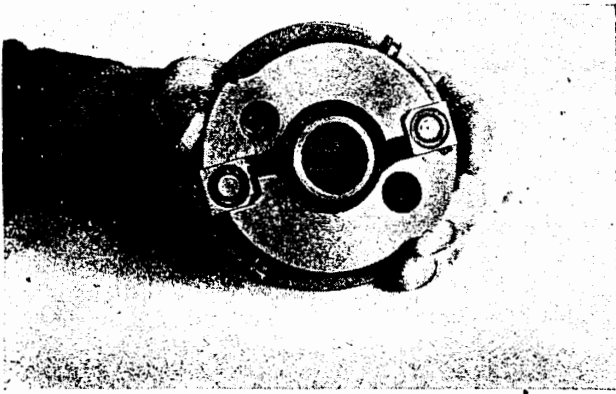

Bild M 195. Gleitsteine montieren
1. Gleitsteine montieren (Bild M 195).